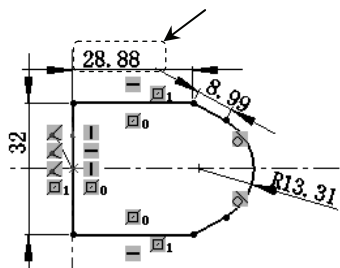

图 2.12.12 添加尺寸约束
Step 3 按照 Step2 中的尺寸的添加方法，分别添加其他尺寸。添加完成后如图 2.12.12 所示。
Step 1 双击图 2.12.12 所示的尺寸值，在系统弹出的“修改”文本框中输入 50，单击